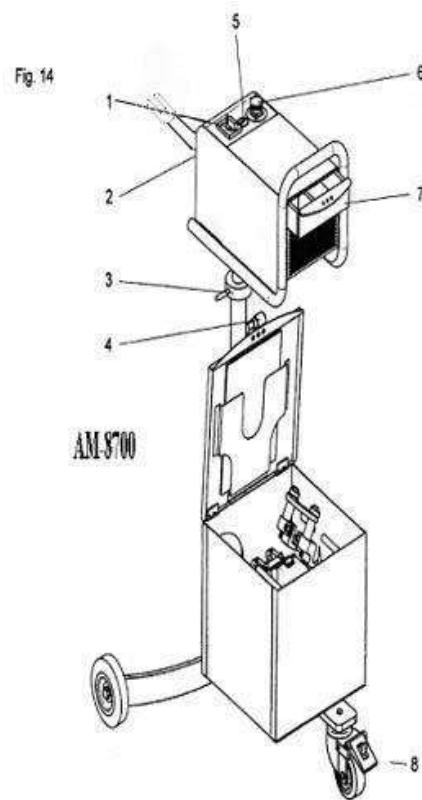

Fig. 15
1. AA-202X Серия: Кнопка включения мотора: Переключатель направления, одна скоростная версия (рис. 15).